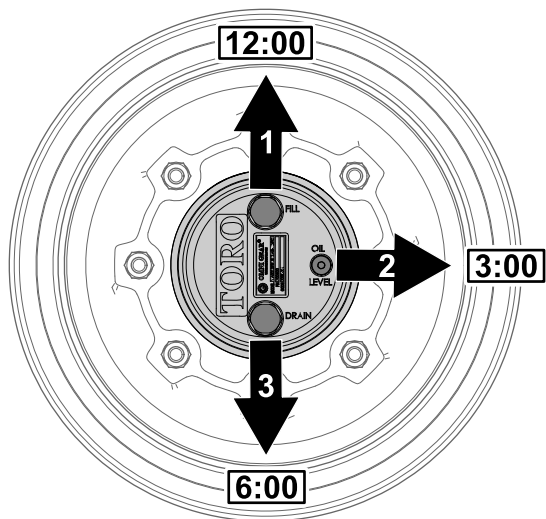

Figura 72
1. Aparque la máquina en una superficie nivelada y coloque la rueda de modo que el tapón de llenado se encuentre en la posición de las 12, el tapón de verificación en la posición de las 3 y el tapón de vaciado en la posición de las 6 (Figura 72).
2. Retire el tapón de verificación en la posición de las 3 (Figura 72).
1. Aparque la máquina en una superficie nivelada, coloque la rueda de modo que el tapón de llenado se encuentre en la posición de las 12, el tapón de verificación en la posición de las 3 y el tapón de vaciado en la posición de las 6; consulte Figura 72 en Comprobación del lubricante de la transmisión planetaria (página 71).